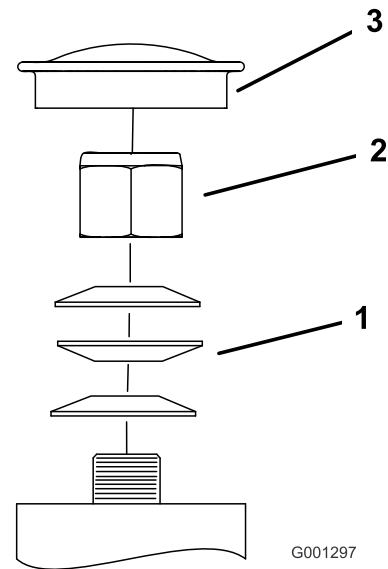

Figure 76
3. Retirez le couvercle de la roue pivotante et serrez le contre-écrou (Figure 76).
4. Continuez de serrer le contre-écrou jusqu'à ce que les rondelles élastiques soient aplaties, puis desserrez-le d'un quart de tour pour obtenir la précharge correcte des roulements (Figure 76).
Important: Veillez à placer les rondelles élastiques comme montré à la Figure 76.
5. Reposez le couvercle (Figure 76).